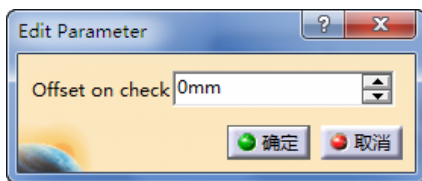

图 5-33 定义检查余量 (2)
● 定义检查余量 (2)。双击 “Offset on check”，弹出 “Edit Parameter” 对话框，可设置余量大小为 “0mm”，如图 5-33 所示。